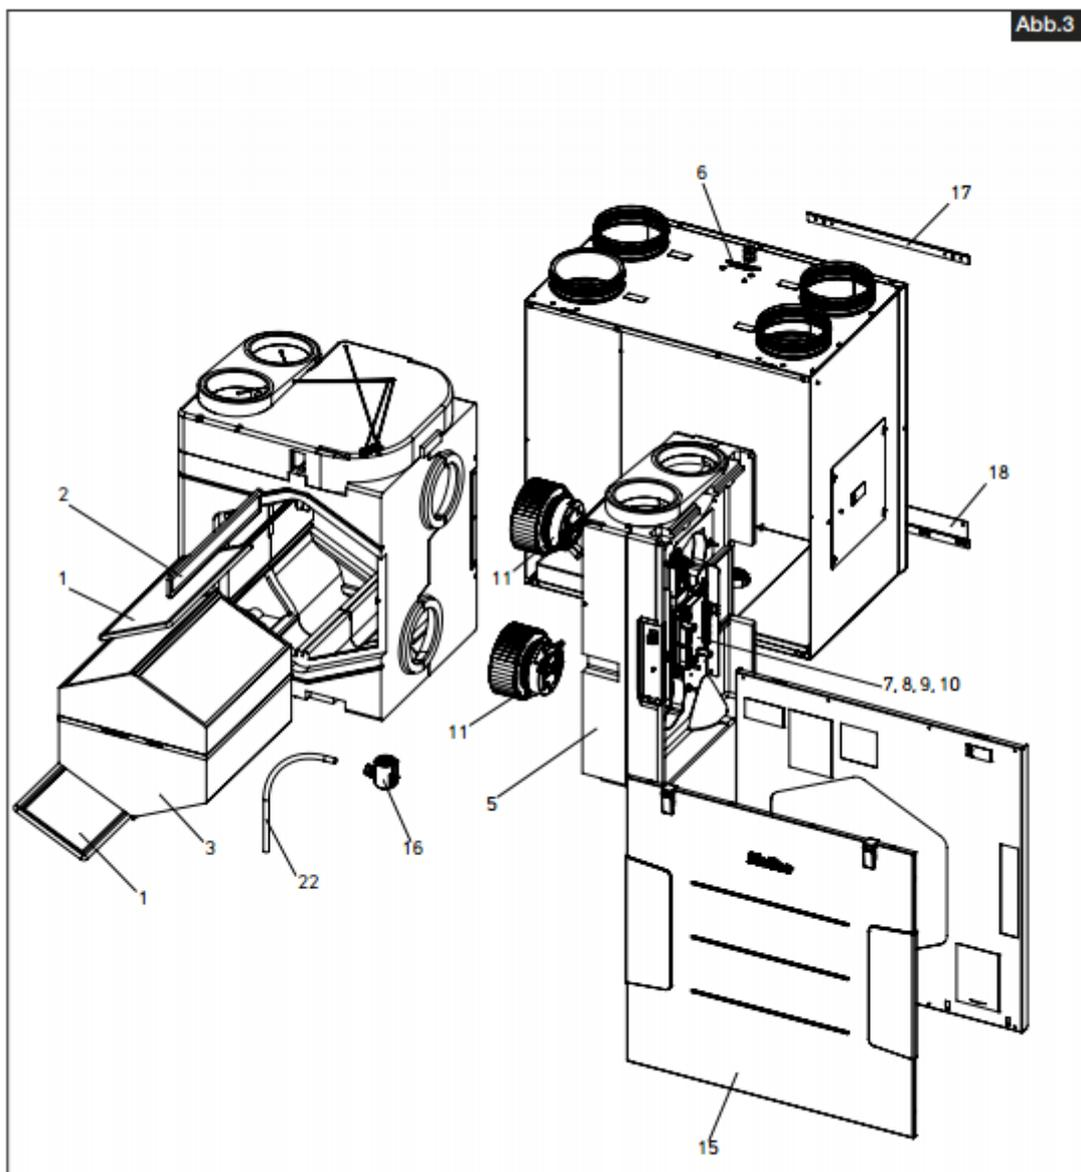

Abb.3
2. Подвесьте устройство на шину. Верхняя несущая шина на задней стенке установки KWL предварительно смонтирована (рис. 3). Затем надежно привинтите устройство с настенной шиной к стене (рис. 4).